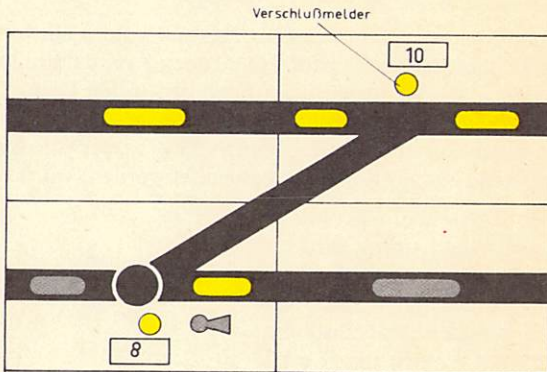

Bild 34
- b) Werden mit einer Außenschlüsselsperre zwei ortsgestellte Weichen in Fahrstraßen gesichert, ist an der 2. Weiche nur der Verschlußmelder wiederholt (vgl. Bild 34).